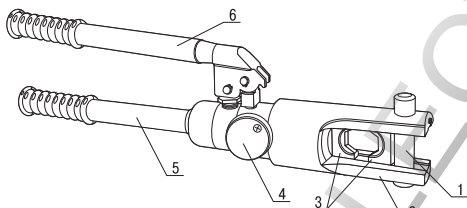

Рисунок 1
3.3 Извлеките ось 1 (смотри рисунок 1) из головки 2 пресса.